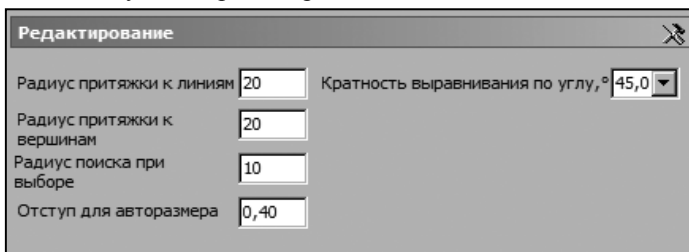

Рис. 3.12
- В разделе **Редактирование** (рис. 3.12) устанавливаются настройки, используемые при построении.